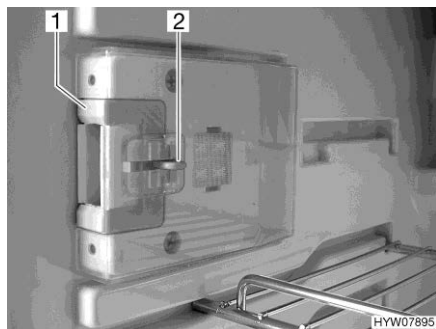
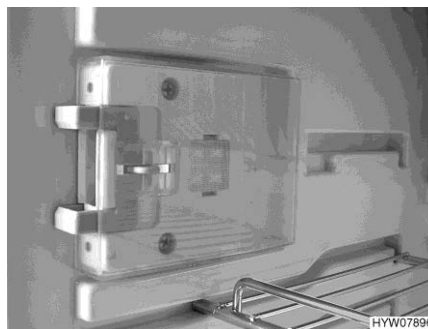

Fig. 189 Dispositivo di chiusura (posizione normale)
Fig. 190 Dispositivo di chiusura (posizione di ricircolo d'aria)
- Premere il dispositivo di sblocco (Fig. 189,2).
- Spingere il dispositivo di chiusura (Fig. 189,1) in avanti (Fig. 190).